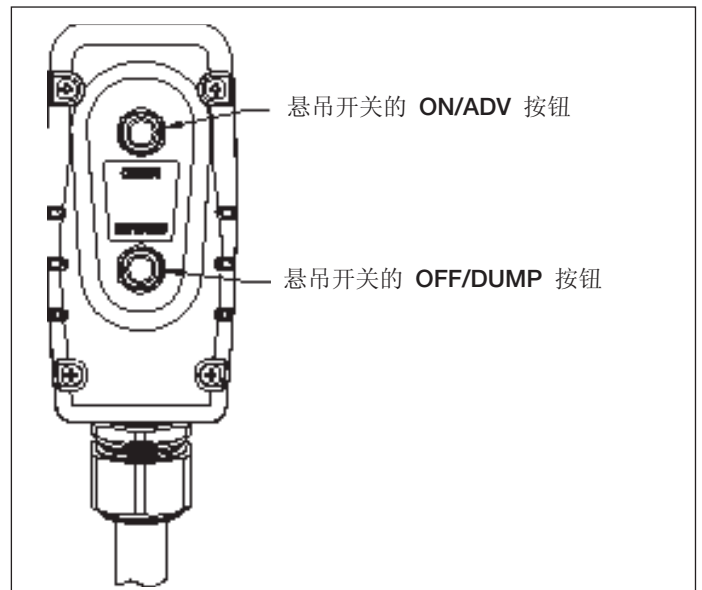

图 7 – 悬吊开关按钮
5.2 悬吊开关操作（见图 7）
5. 要启动泵，请按下悬吊开关上的“ON/ADV”按钮。请参见图 7。电机将自动启动，且扳手将开始推进。只要按住此按钮，扳手就会一直前进。